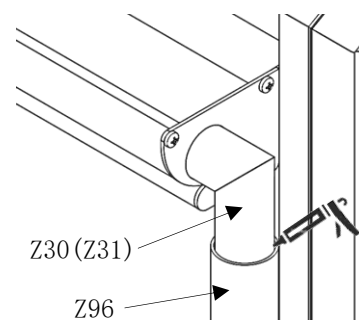

Abb. 130
- um das Fallrohr zu sichern, die Verbindung zwischen Stützen (**Pos. Z30/Z31**) und Fallrohr mit Silikon punktuell kleben! (Abb. 130)